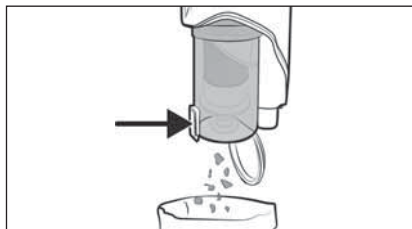

Fig. 18
- 1) Sostenga el depósito de polvo **7** sobre el cubo de la basura y pulse el botón de desencastre de la tapa del depósito de polvo **8**. Tras esto, se abre la tapa del depósito de polvo **9** y el contenido cae al cubo de la basura (consulte la fig. 18). A continuación, cierre la tapa del depósito de polvo **9**.